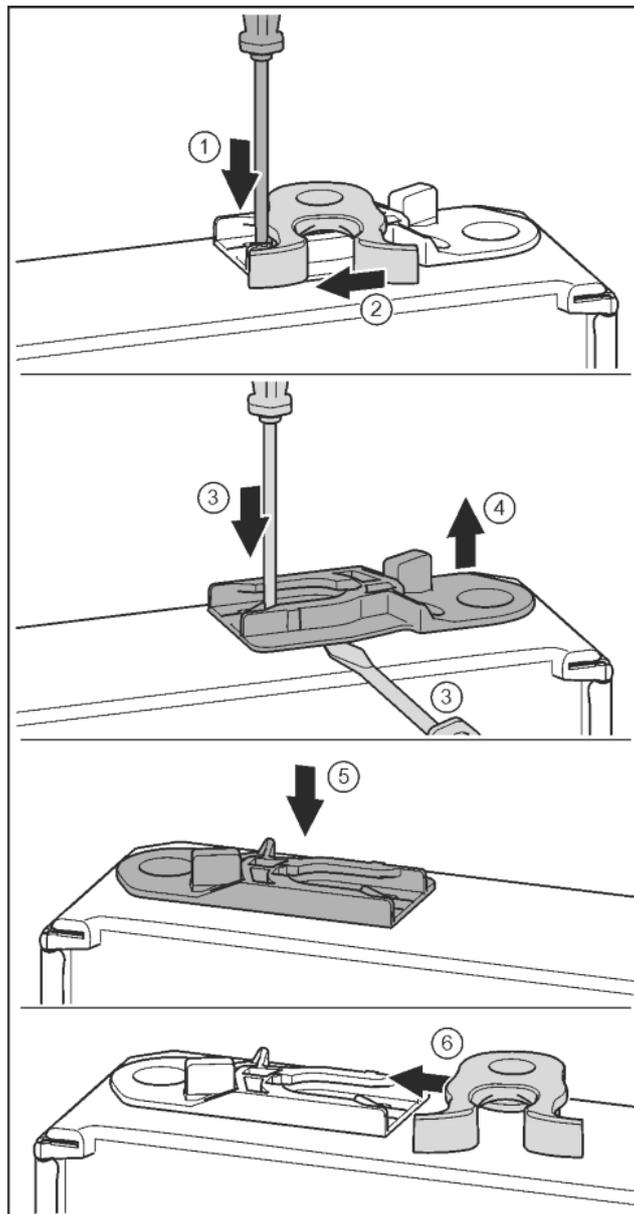

Fig. 18
- ▶ Pousser vers le bas la languette avec un tournevis plat. Fig. 18 (1)
- ▶ Tirer le crochet de fermeture en dehors du guide. Fig. 18 (2)
- ▶ Sortir la douille de guidage : Pousser la languette avec un tournevis plat et la faire passer simultanément sous la douille de guidage avec un tournevis plat. Fig. 18 (3, 4)
- ▶ Pousser la douille de guidage fournie à la livraison de l'autre coté du logement. Fig. 18 (5)
- ▶ Pousser le crochet de fermeture dans le guide. Fig. 18 (6)